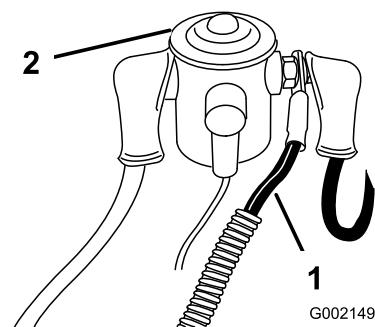

Figura 6
- Ligue o fio de alimentação vermelho ao lado esquerdo do solenóide (Figura 6), localizado sob o banco.